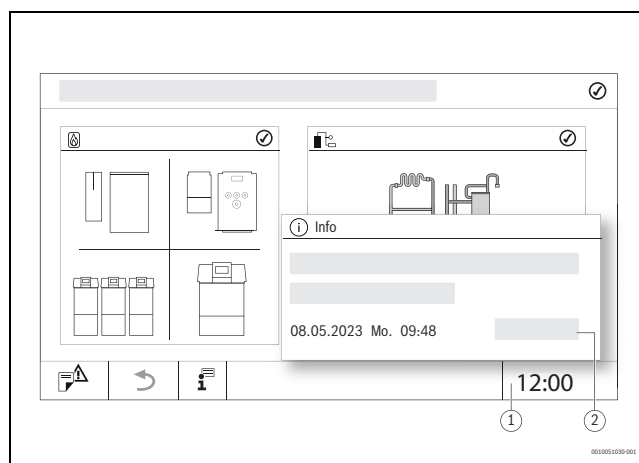

Fig. 13 Schimbarea orei sistemului
- Atingeți ora (→ Fig. 13, [1]).
- ▶ Atingeți **Memorare** (→ Fig. 13, [2]).